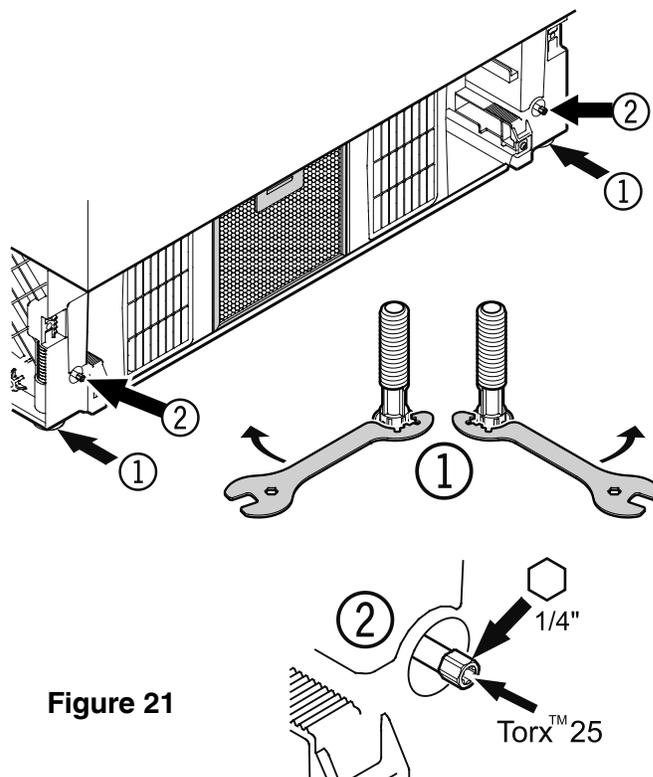

Figure 21
## Mise à niveau de l'appareil - Figure 21
1. Ajuster la hauteur à l'avant de l'appareil en tournant les pieds réglables (1). Utiliser la clé plate fournie. Tourner la clé plate dans le sens anti-horaire pour soulever l'avant de l'appareil et dans le sens horaire. Positionner la clé de manière appropriée (Figure 21 - (1)).
2. Ajuster la hauteur à l'arrière de l'appareil à l'aide des barres d'ajustage (2). Utiliser une clé à tube 1/4 po ou la clé Torx 25 fournie.
3. Tourner les pieds réglables (1) jusqu'à ce qu'ils soient bien en place sur le sol.
Afin d'éviter que l'appareil ne bascule vers l'avant, les pieds réglables (1) (Figure 21) doivent être en contact avec le sol.